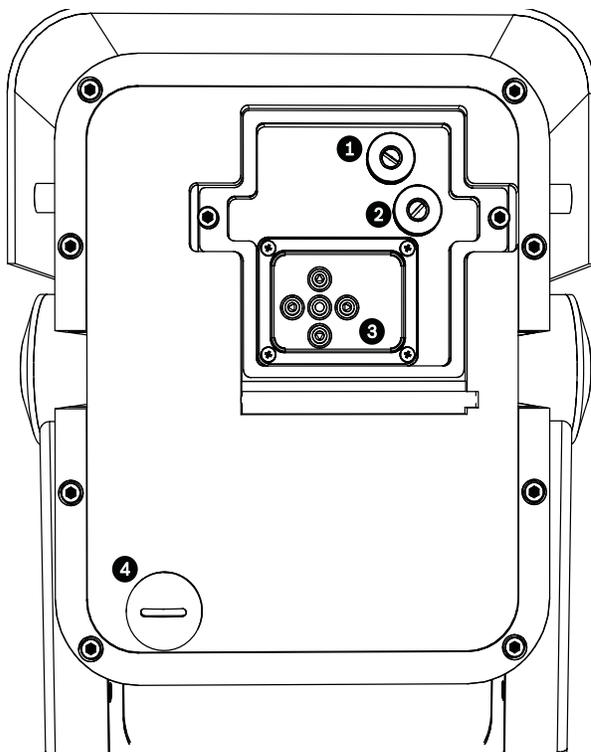

Figura 6.2 Câmara e LED
3. Abra o painel de acesso. Agora pode ajustar a focagem, a distância focal e os controlos de inclinação do LED (veja *Figura 6.2* em baixo).
1. Utilize o parafuso de fixação na parte superior (item 1, *Figura 6.2*) para ajustar a focagem da imagem:
2. Utilize o parafuso de fixação inferior (item 2, *Figura 6.2*) para ajustar a distância focal (estreita ou larga):